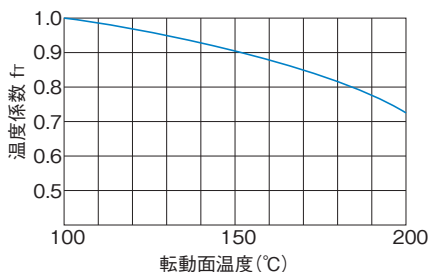

図3 温度係数( $f_T$ )
- fT : 温度係数 (B5-6 図3参照)
ST形を使用する使用環境が $100^\circ\text{C}$ をこえるような高温の場合は、高温による悪影響を考慮して図3の温度係数を乗じます。